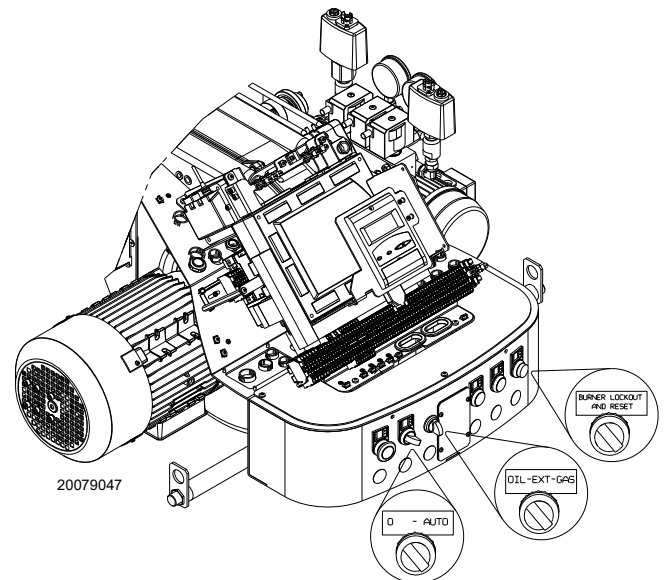

Abb. 28
Stellen Sie den Wählschalter „OIL-EXT-GAS“ auf Abb. 28 auf Seite 33 in die Position „OIL“, um den Brennstoff Heizöl zu wählen. Schließen Sie die Thermostate/Druckwächter und bringen Sie den Schalter von Abb. 28 auf Seite 33 in die Position „AUTO“.
- Den Schalter auf Abb. 28 auf „0“ stellen und warten, bis das Steuergerät die Abschaltphase ausführt;
Die Fernbedienungen ausschalten und den Wählschalter (Abb. 28 auf Seite 33) auf die Position „ON“ stellen.
Den Wählschalter (Abb. 28 auf Seite 33) auf die Position „GAS“ stellen, um den Brennstoff Gas zu wählen.
- 1 mit dem Wahlschalter (Abb. 28 auf Seite 33);
Ist der Wählschalter (Abb. 28 auf Seite 33) auf „EXT“ positioniert, ist die Funktion Fernwahl des Brennstoffes aktiviert. Wenn nicht bereits ein Fernwahlschalter vorhanden ist, zeigt das Display in dieser Position den prioritären Brennstoff an.